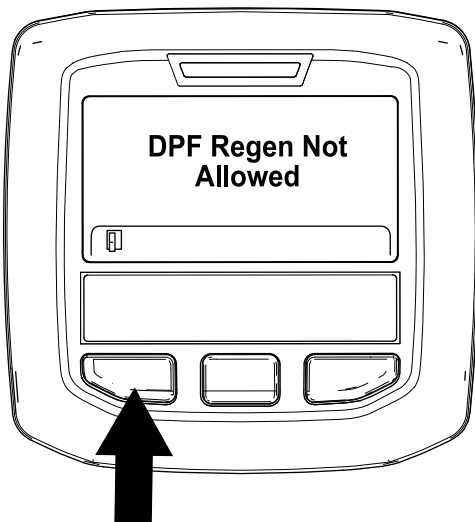

Figura 49
- Se o processo de regeneração não for permitido pelo computador do motor, surge a mensagem “DPF Regen Not Allowed” (Regen. do DPF não autorizada) no InfoCenter (Figura 49). Prima o botão esquerdo para sair para o ecrã inicial.